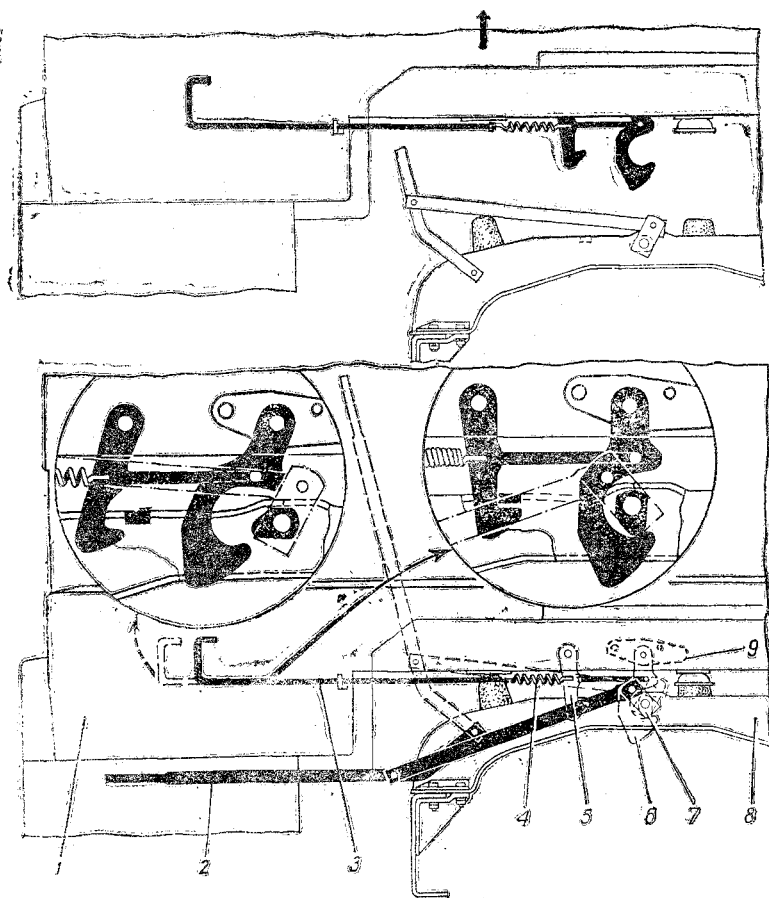

Рис. 70. Запорный механизм кабины:
В рабочем положении задняя часть кабины опирается на три резиновых буфера и закрепляется запорным механизмом кулачкового типа. Запорный механизм состоит из поперечины 8 (рис. 70), закрепленной на раме, запорного 6 и предохранительного 5 крюков, соединенных между собой тягой 3, которая служит для вывода крюков из зацепления с кулачком 7 и поперечиной 8. Запирание кабины производится рычагом 2.
2. Рычаг 2 переместить в положение, указанное на рис. 70 пунктиром.
2. Опустить кабину до зацепления запорного крюка 6 (см. рис. 70) с кулачком 7 и предохранительного крюка 5 с поперечной 8.